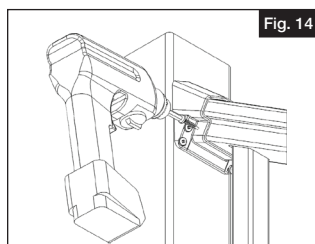

Fig. 14
- b. Taladre previamente un lado (fuera de la instalación de la barandilla de la escalera) del soporte de la barandilla superior con una broca de $\frac{5}{32}$ ". El orificio debe estar orientado como se muestra (Fig. 14). Atornille un tornillo de rosca de cabeza cuadrada de 1" n.º 10 a través del soporte y la barandilla.